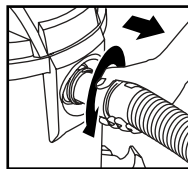

FIGURA 24
32. Desenrosque la tuerca de fijación de la manguera y sáquela de la entrada. **FIGURA 24.**